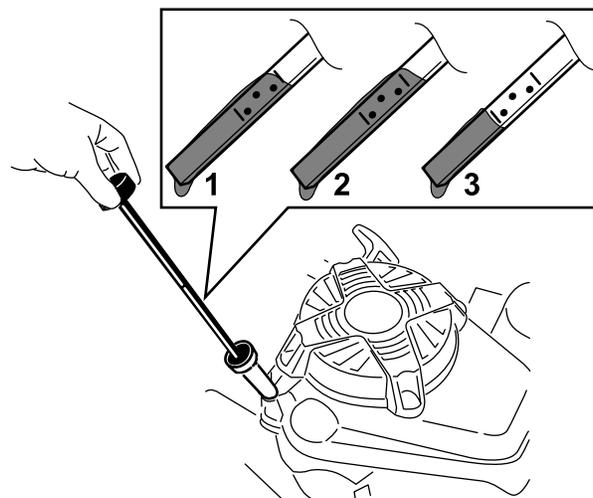

Figura 14
2. Retire a vareta rodando-a no sentido contrário ao dos ponteiros do relógio e puxando-a para fora (Figura 14).
5. Leia o nível de óleo na vareta (Figura 14).